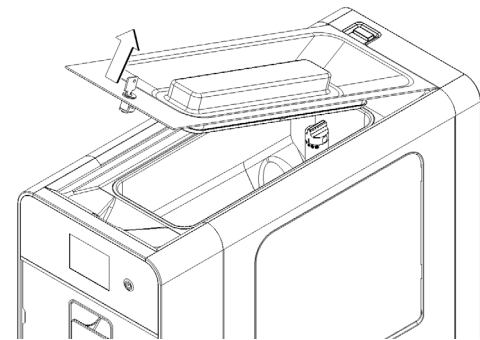

Bild 16
**1** Den oberen Deckel abnehmen. (Bild 16)